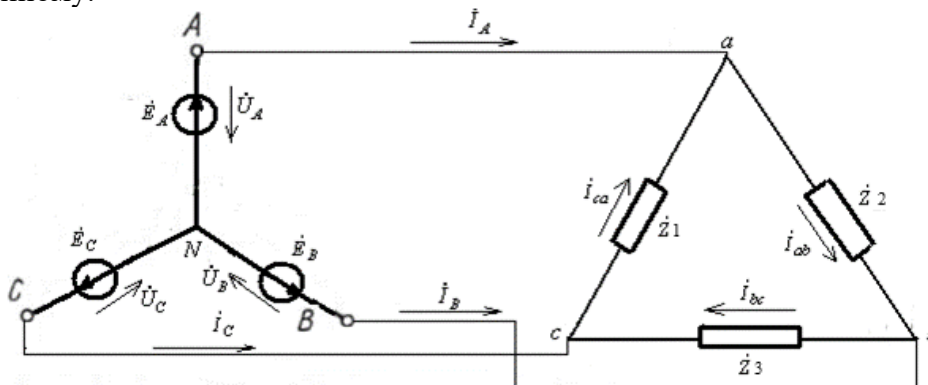

Рис. 2
**Вопрос 11.** Какому напряжению (фазному или линейному) равно напряжение на нагрузке  $Z_1$  в трехфазной цепи «звезда» – «треугольник» (рис. 2)?